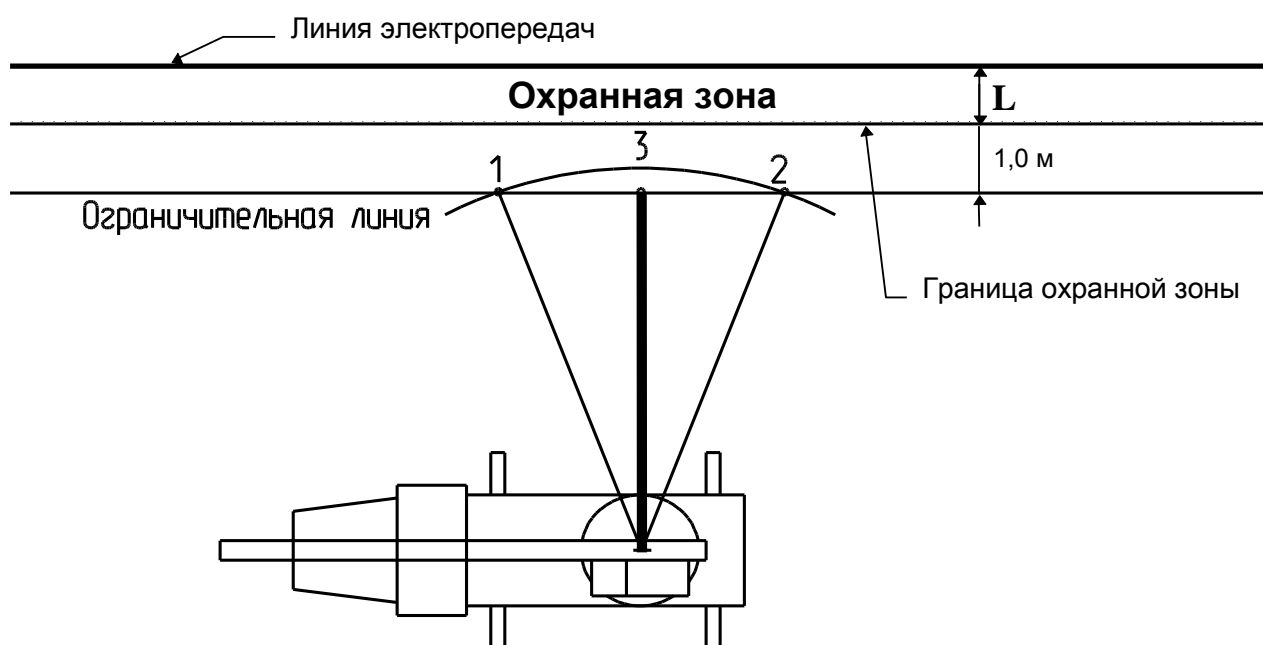

Рисунок 3 - Ввод ограничения "Стена"
3.3.6.1.1 Ввод ограничения типа "ЛЭП" ("Стена") вести в следующей последовательности (см. рисунок 3).